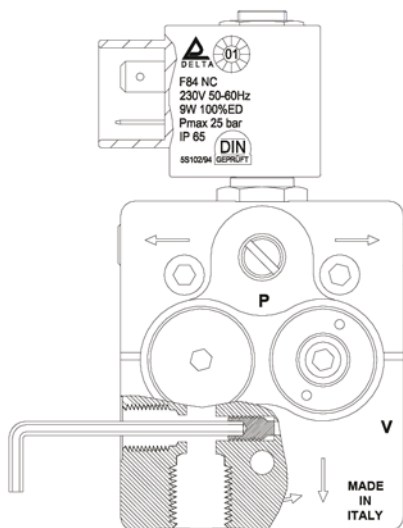

Fig. 2
3. Setzen Sie die Bypass-Schraube mit einem 2,5 mm Innensechskantschlüssel in den Vakuumanschluß und ziehen Sie sie fest. (Fig. 2).
2. Entfernen Sie die Bypass-Schraube aus dem Vakuumanschluß mit einem 2,5 mm Innensechskantschlüssel (Fig. 2).